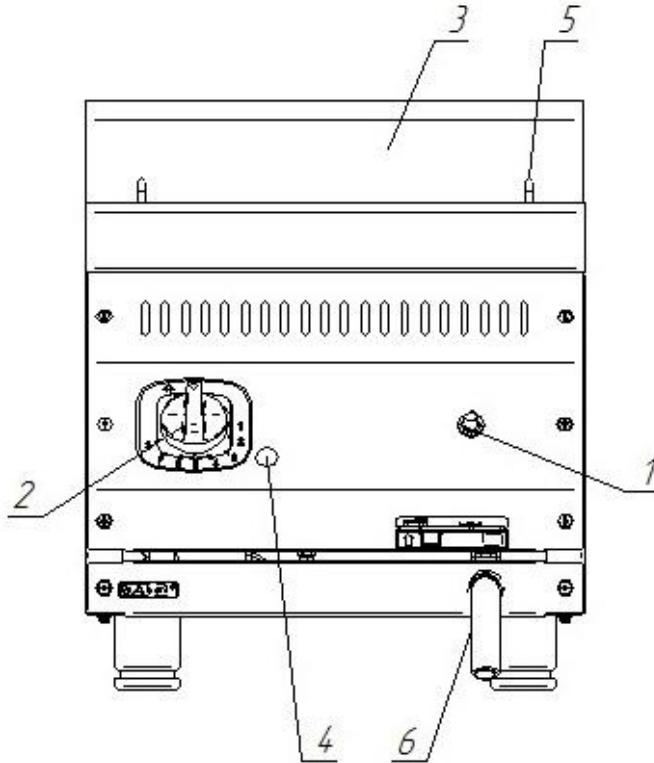

Рис. 1. Газовый мармит
4.1 Устройство газового мармита показано на рис. 1.
Для слива воды с ванны предусмотрен сливной патрубок 6 (см. рис. 1) находящийся спереди на лицевой панели.
Нажмите на ручку крана-термостата и поверните ее против часовой стрелки, установив символ искры зажигания напротив метки на панели управления (рис.2а). Нажав до упора, произведите поджог газа, выходящего из запальной горелки (пилота) духовки, для чего нажмите на кнопку пьезорозжига. Удерживайте ручку крана-термостата в течение не менее 15 секунд, после чего отпустите. После проведения вышеуказанных операций необходимо проконтролировать наличие горения газа, для чего необходимо посмотреть в смотровое окно 4 (рис.1), в котором можно наблюдать наличие пламени. Пламя должно быть устойчивым. Если пламя не горит, повторите операцию.